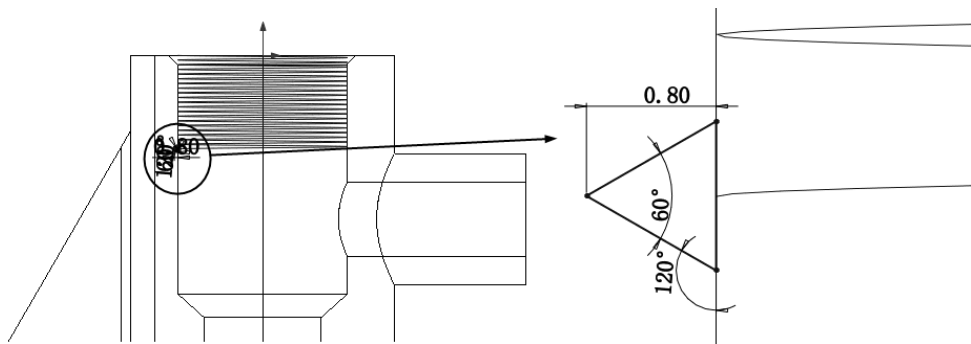

图 12-102 绘制扫描截面
**07** 绘制扫描截面。在左侧的“FeatureManager 设计树”中用鼠标选择“上视基准面”作为绘制图形的基准面。单击“草图”控制面板中的“直线”按钮, 绘制草图轮廓, 标注并修改尺寸, 如图 12-102 所示。